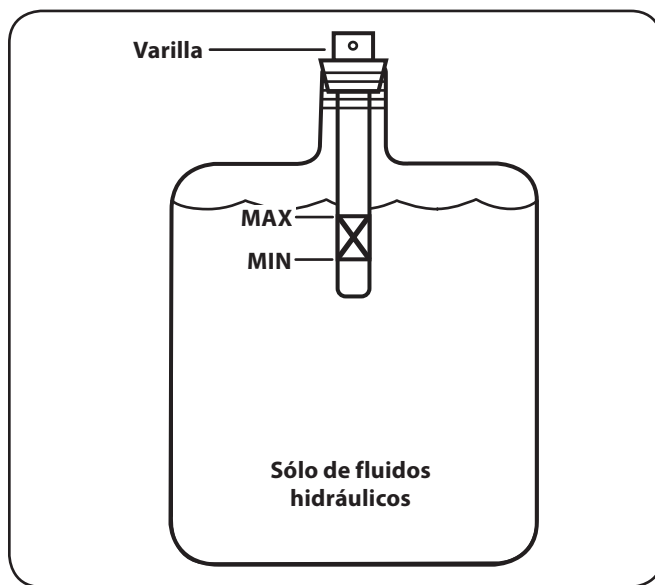

Figura 6-8
13. Vuelva a llenar el depósito dentro de los límites marcados en la varilla. Ver Figura 6-8.